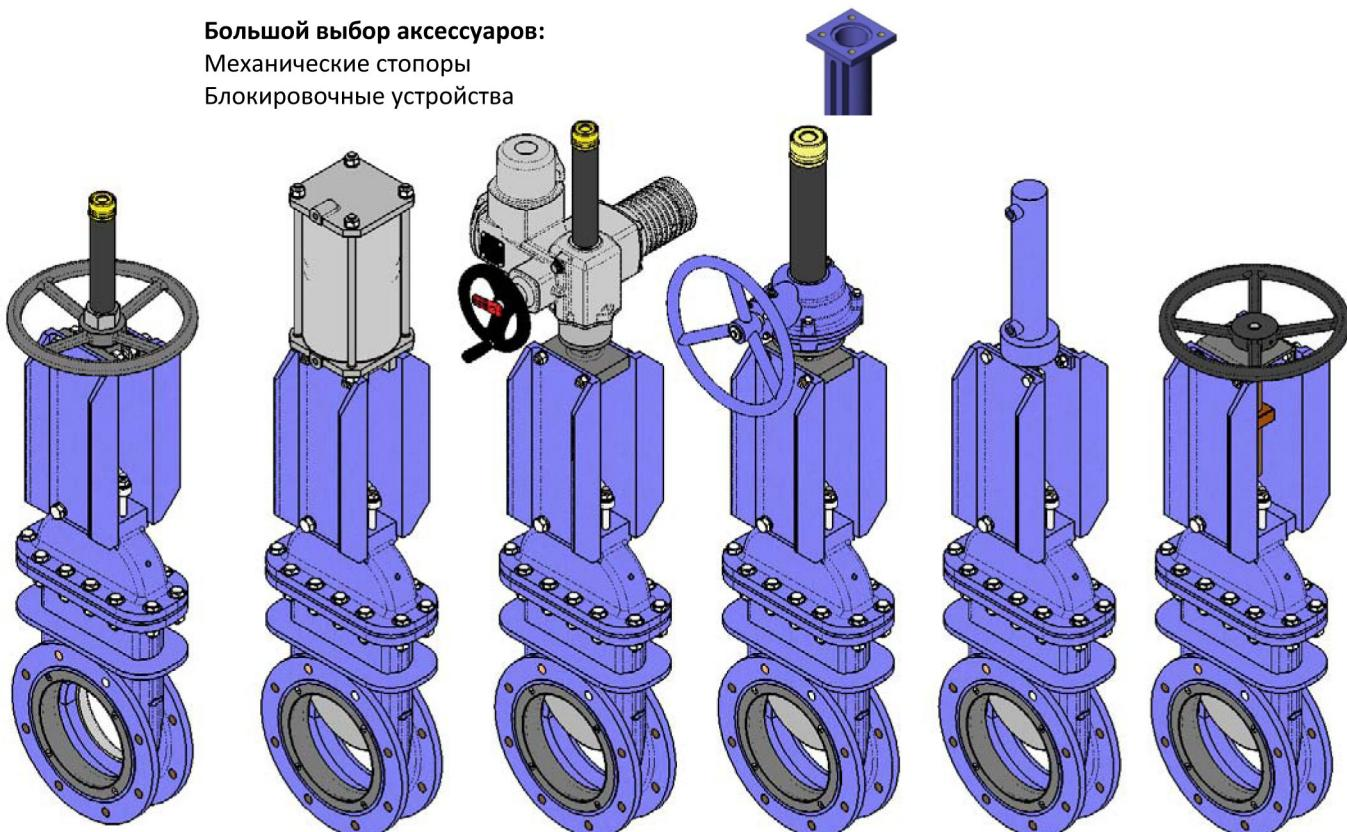

Рис. 4
- Управляющая колонна, наклонная (Рис. 4)